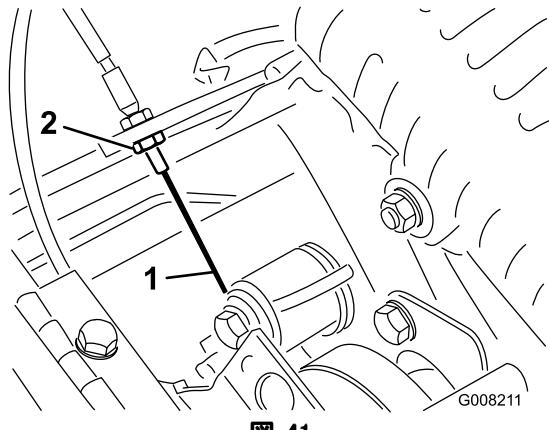

図 41
3. 走行ケーブルの前ジャム・ナットをゆるめ、後ジャム・ナット（図 41）を締めてケーブルの張りを出し、3.2～4.0 kgの力で走行コントロールがつながるようにする。力の計測はコントロール・ノブの部分で行う。